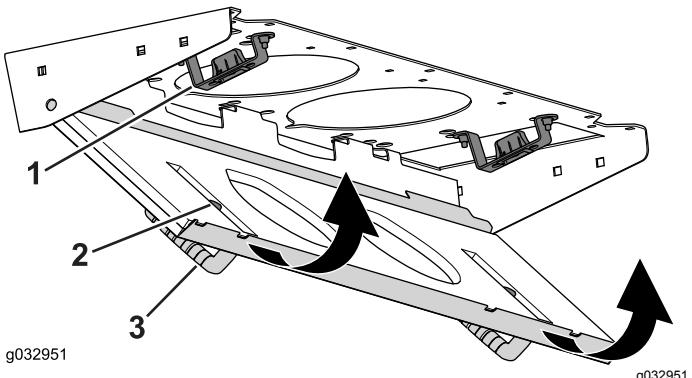

Bild 137
- Drehen Sie das Filtersieb um die Nasen, bis der Riegel in der Riegelbefestigung einrastet (Bild 137).